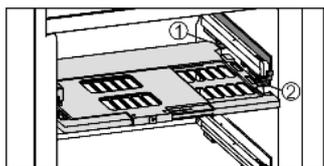

Fig. 23
- ▶ Inserimento della piastra di regolazione dell'umidità: inserire le nervature del coperchio della piastra dal basso nel supporto inferiore Fig. 23 (1) e inserire anteriormente nel supporto Fig. 23 (2).